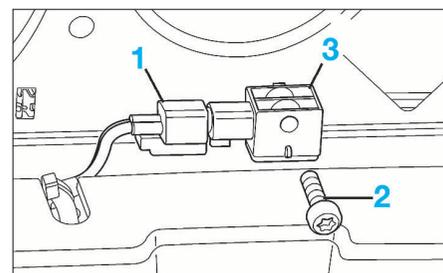

FIG. 18
- Débrancher le connecteur (1) (Fig.18).
- la vis (2).
- le capteur (3).